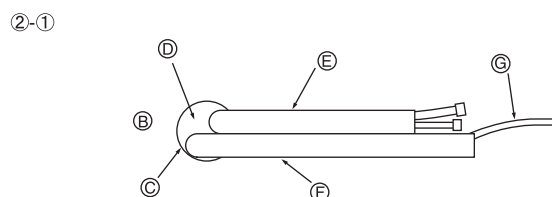

Fig. 3-5
② Rohrleitungen links und links hinten
- ②-① Bei der Rohrleitung links hinten die Rohre aus dem Loch herausziehen, um ihre richtige Länge festzulegen. Binden Sie sie dann zusammen. Die Innenanlage sollte an der Wandbefestigung hängen. (Fig. 3-5)